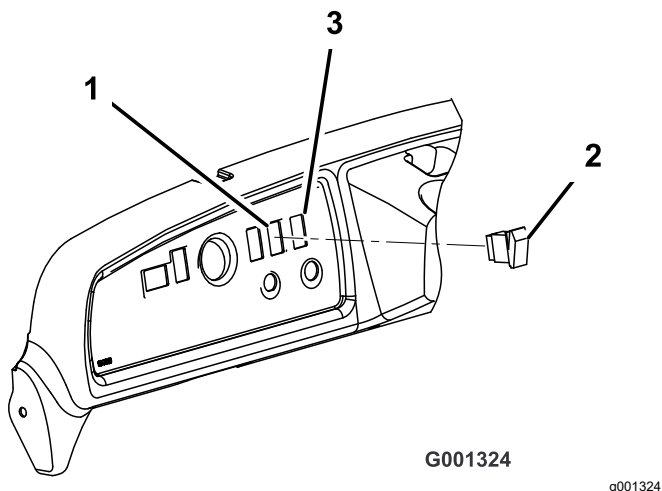

Figura 7
2. Retire el tapón del salpicadero, a la derecha de la columna de dirección y por encima del interruptor de encendido (Figura 7).
5. Presione la parte superior del interruptor de elevación de la plataforma para extender el actuador (Figura 7).
6. Oriente el interruptor con el lado de subida en la posición de las 12, e inserte el interruptor en el hueco abierto del salpicadero (Figura 7).